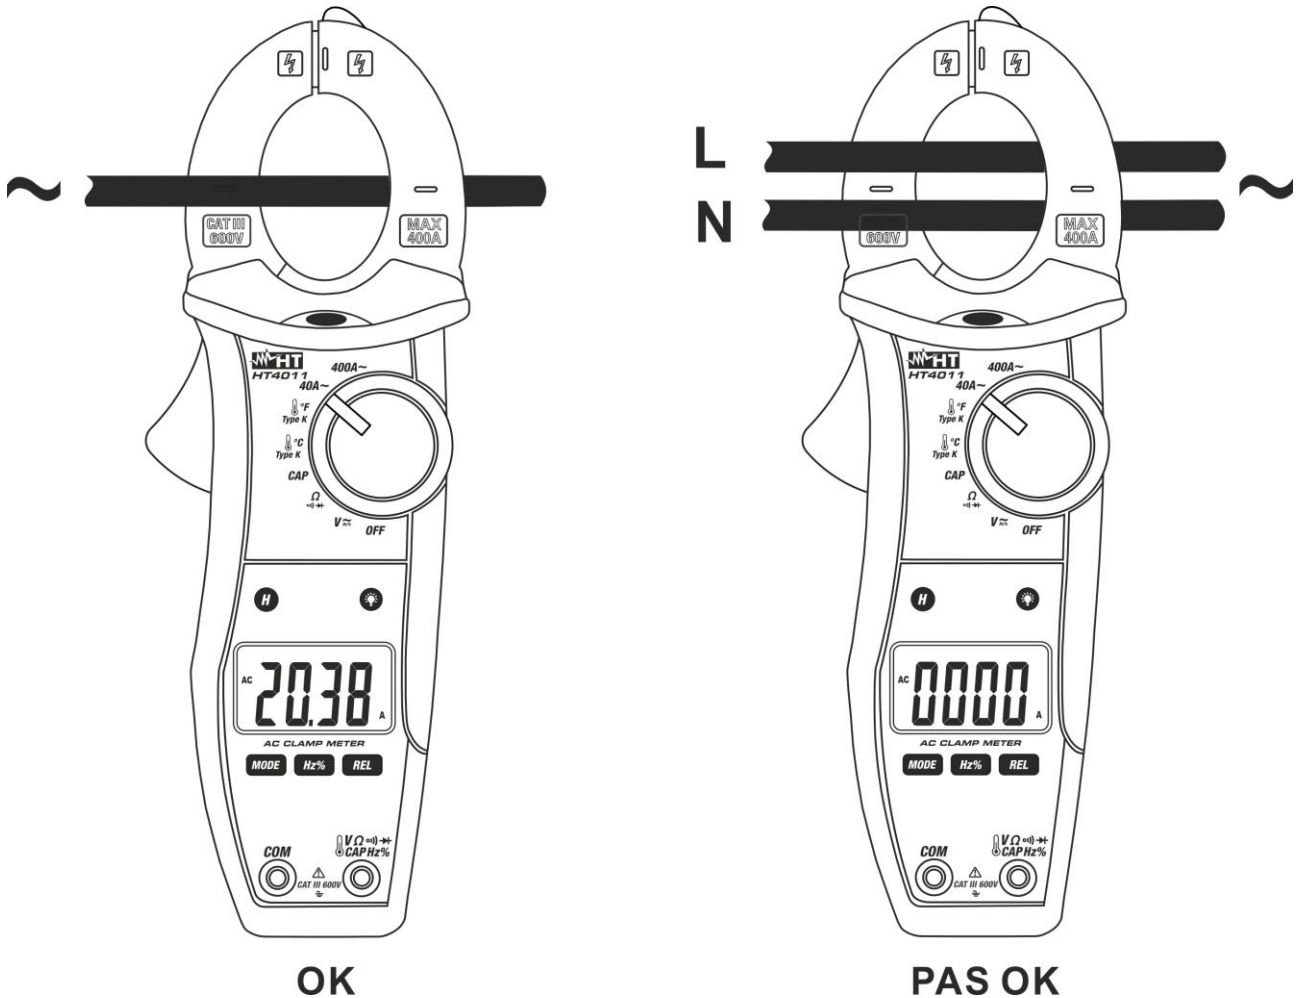

Fig. 10 : Utilisation de la pince pour mesure de courant CA
2. Insérer le câble dans le tore à son centre, afin d'obtenir des mesures précises (voir Fig. 10). La valeur de courant AC apparaît à l'écran.